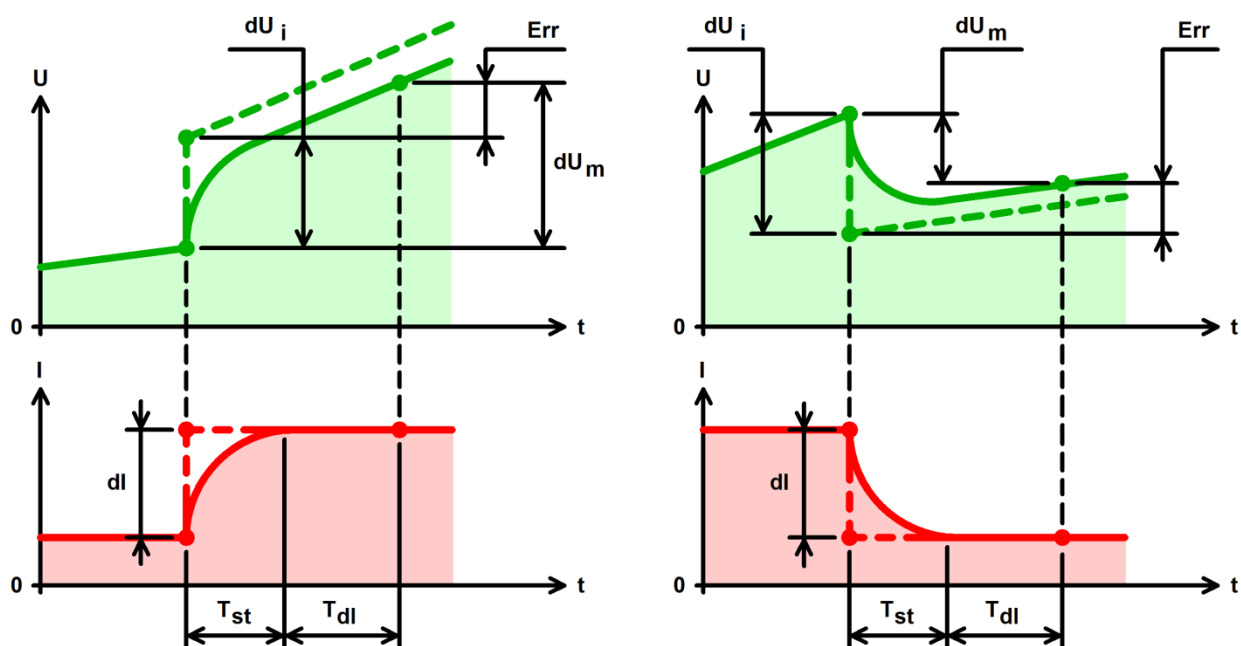

Рисунок 36 - Причины возникновения ошибок при измерении ESR
При измерении ESR в режимах импульсов тока, мощности или сопротивления нужно принять во внимание, что изменение тока через ХИТ при смене импульсов не происходит мгновенно, а занимает, в среднем, время T_{st} , от 10 до 50 мс, в зависимости от конкретных условий тестирования и заданных значений параметров (см. рисунок 36). Кроме того, присутствует определенная задержка T_{dl} в измерении и обработке прибором результатов измерений. Все это приводит к запаздыванию получения второго значения напряжения на клеммах ХИТ при определении скачка напряжения dU на суммарное время $(T_{st} + T_{dl})$ от 20 до 100 мс. Как следствие, в полученный результат измерения скачка напряжения dU_m вносятся искажения Err , поскольку напряжение на тестируемом ХИТ
- В некоторых случаях результаты измерения ESR могут быть искажены под влиянием переходных процессов и задержек измерений (см. подраздел 14.3 и рисунок 36).
Способ имеет аналогичные особенности и ограничения, что и способ измерения ESR ХИТ в режимах импульсов тока, мощности или сопротивления разряда (см. подраздел 14.3 и рисунок 36).